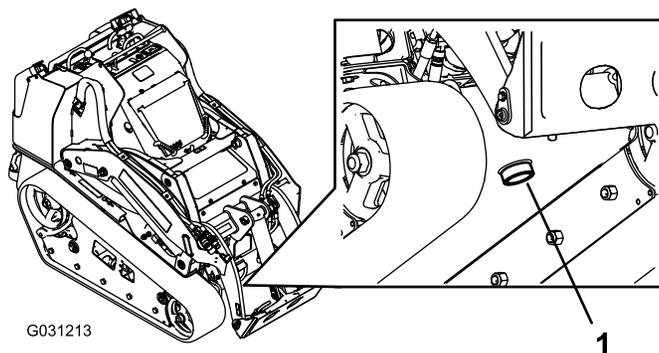

Рисунок 60
7. Разместите большой сливной поддон (емкостью 57 литров) под сливной пробкой в передней части тягового блока (Рисунок 60).
8. Снимите сливную пробку и дайте маслу стечь в поддон (Рисунок 60).